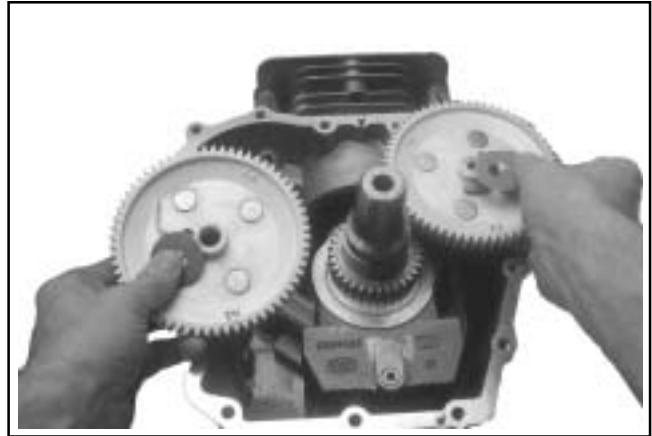

Figura 8-39. Desmontaje de los engranajes de leva.
1. Extraiga las arandelas de empuje y los engranajes de leva de los árboles de levas. Ver Figura 8-39.